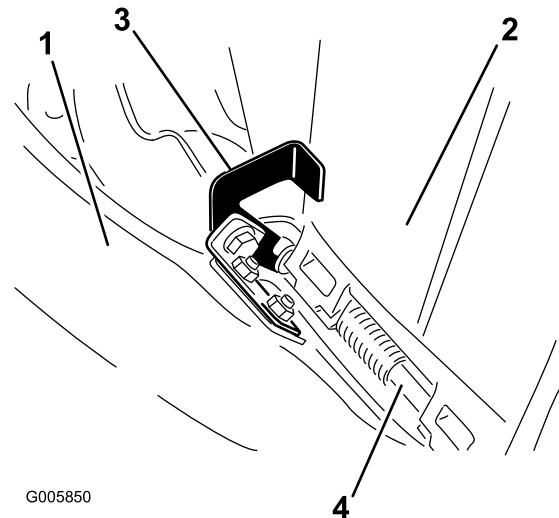

Figura 23
3. Sopra la guida di scarico, posizionate il fermo a gancio attorno all'asta di rotazione del deflettore, come illustrato nella (Figura 23).